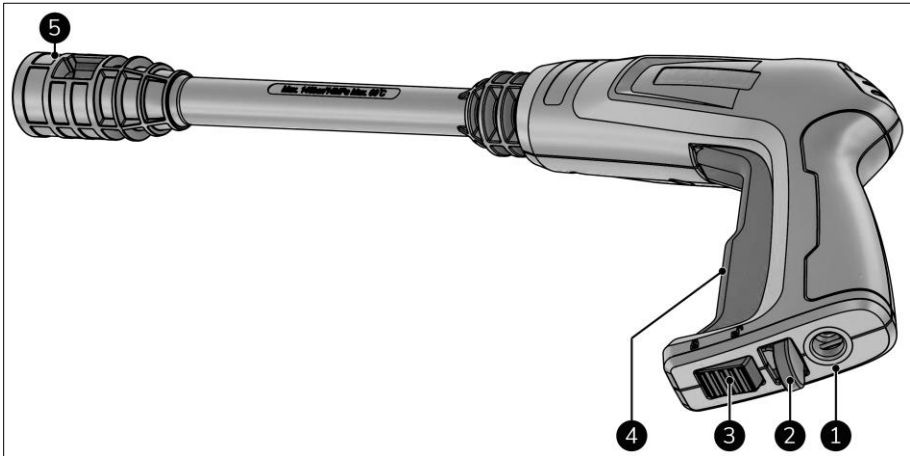

Abbildung 6
3. Drücken Sie den Auslöser (Abbildung 6, Pos. 4) und starten Sie die Reinigung.
1. Gegebenenfalls den Auslöser betätigen (Abbildung 6, Pos. 4).
2. Verriegeln Sie die Sicherheitssperre unter dem Auslöser (Abbildung 6, Pos. 3).